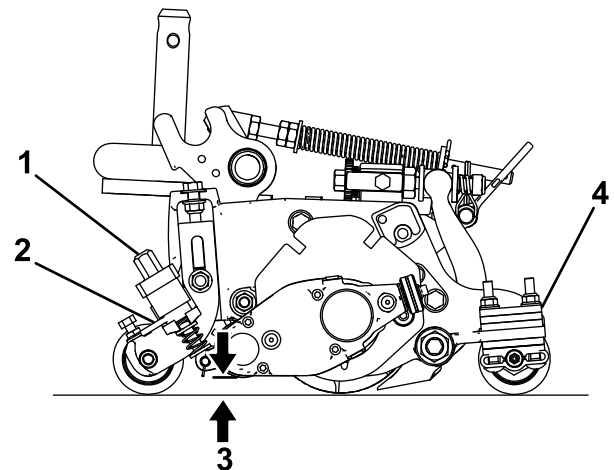

Рисунок 24
3. Поверните рычаги быстрого подъема (**Рисунок 24**) в положение Вкл. (рукоятка направлена в сторону передней части режущего блока).
4. С одной стороны барабана механической щетки измерьте расстояние от самого нижнего конца ножа механической щетки до рабочей поверхности (**Рисунок 24**). Поворачивая ручку регулировки высоты (**Рисунок 24**), поднимите или опустите конец ножа механической щетки на требуемую высоту.